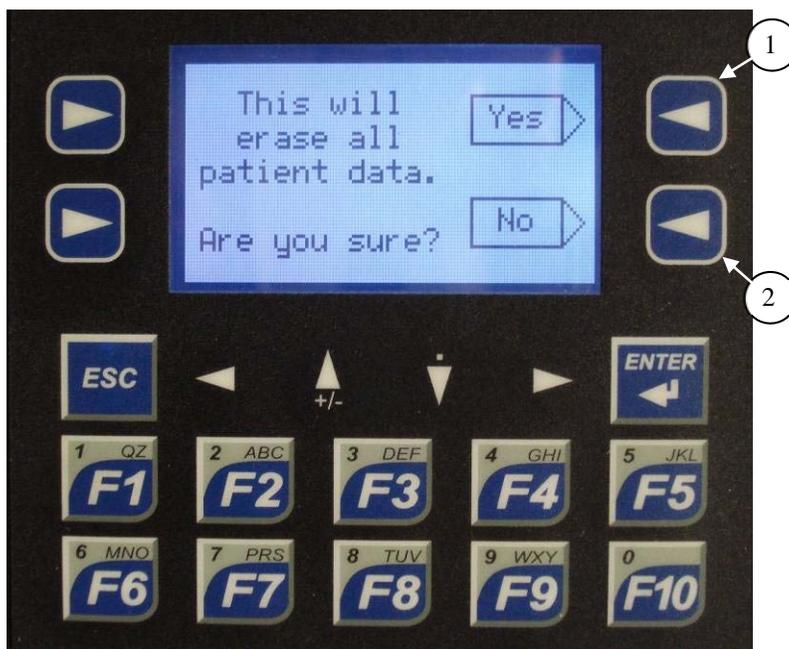

Figura 8I, Schermata Conferma azzeramento dati paziente
3. Premere il pulsante programmabile superiore destro indicato con “Reset Patient Data” (Azzera dati paziente) per azzerare l’ERC per un nuovo paziente. Avvertenza: questa procedura cancella tutti i dati del paziente corrente memorizzati nell’ERC. Alla pressione del pulsante di azzeramento dei dati paziente, la schermata cambierà nella schermata di conferma azzeramento illustrata nella figura 8I.
La schermata di conferma azzeramento dati paziente è illustrata nella figura 8I.